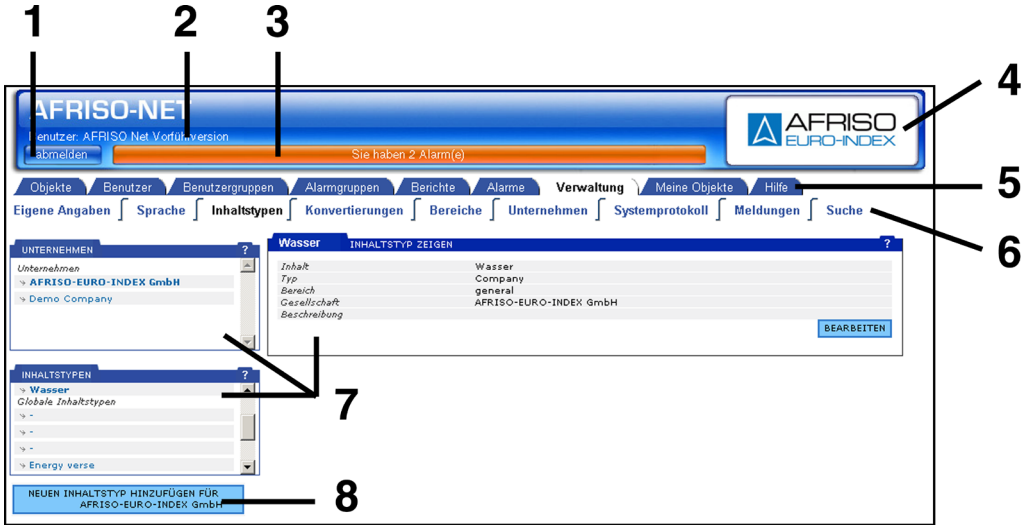

Bild 2: Oberfläche
- ▶ Button „abmelden“ in der Kopfleiste klicken, siehe Bild 2, Seite 6.